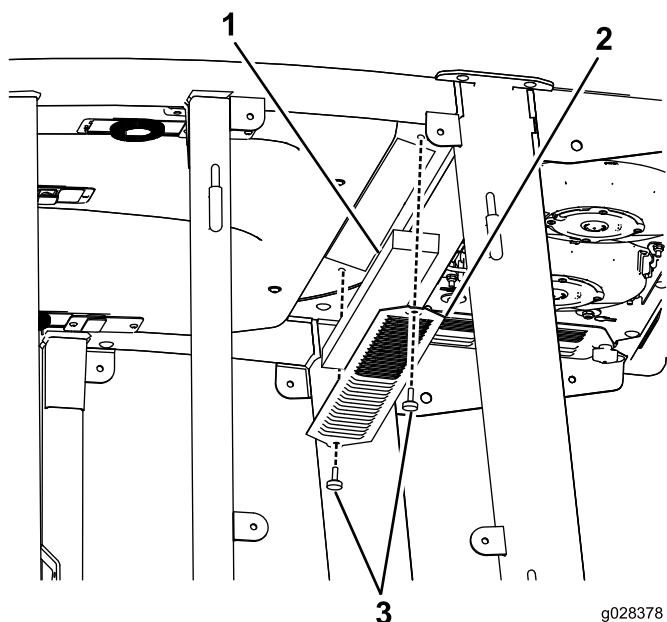
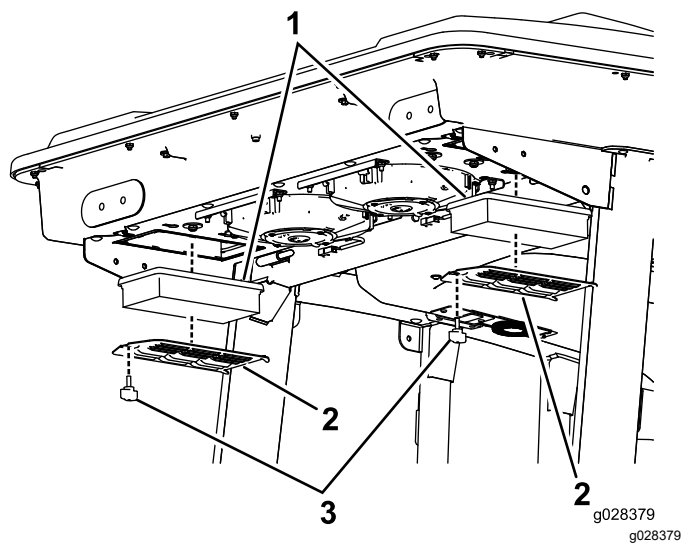
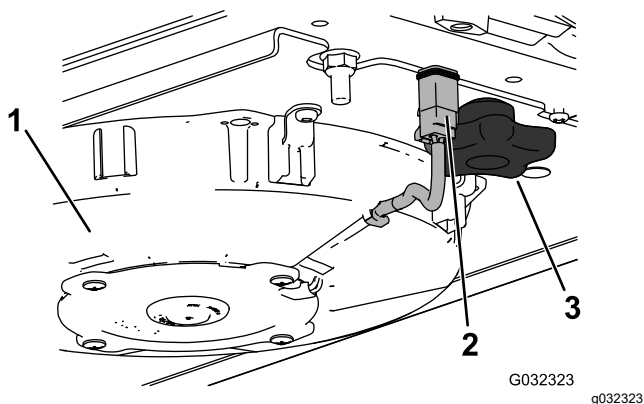
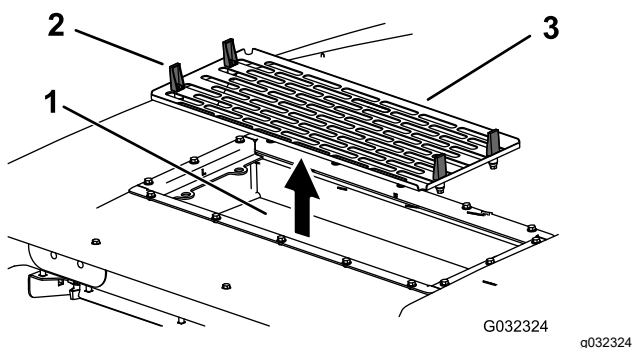

Рисунок 148
Рисунок 149
Рисунок 151
Рисунок 152
1. Выверните винты и снимите решетки у салонного и заднего воздушных фильтров кабины (**Рисунок 148** и **Рисунок 149**).
4. Снимите воздушные фильтры (см. Рисунок 149).
6. Установите воздушные фильтры, сетку и вентилятор в сборе (Рисунок 149, Рисунок 151 и Рисунок 152).
7. Подсоедините провод к каждому вентилятору (Рисунок 151).